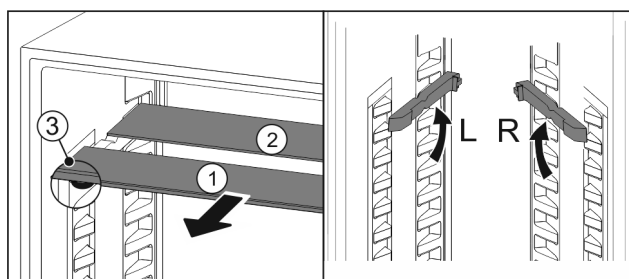

Fig. 50
- ▶ Træk glaspladerne ud enkeltvis fremad Fig. 50 (1).
- ▷ Glaspladen Fig. 50 (1) med pyntelisten ligger foran.
- ▷ Stoppene Fig. 50 (3) peger nedad.